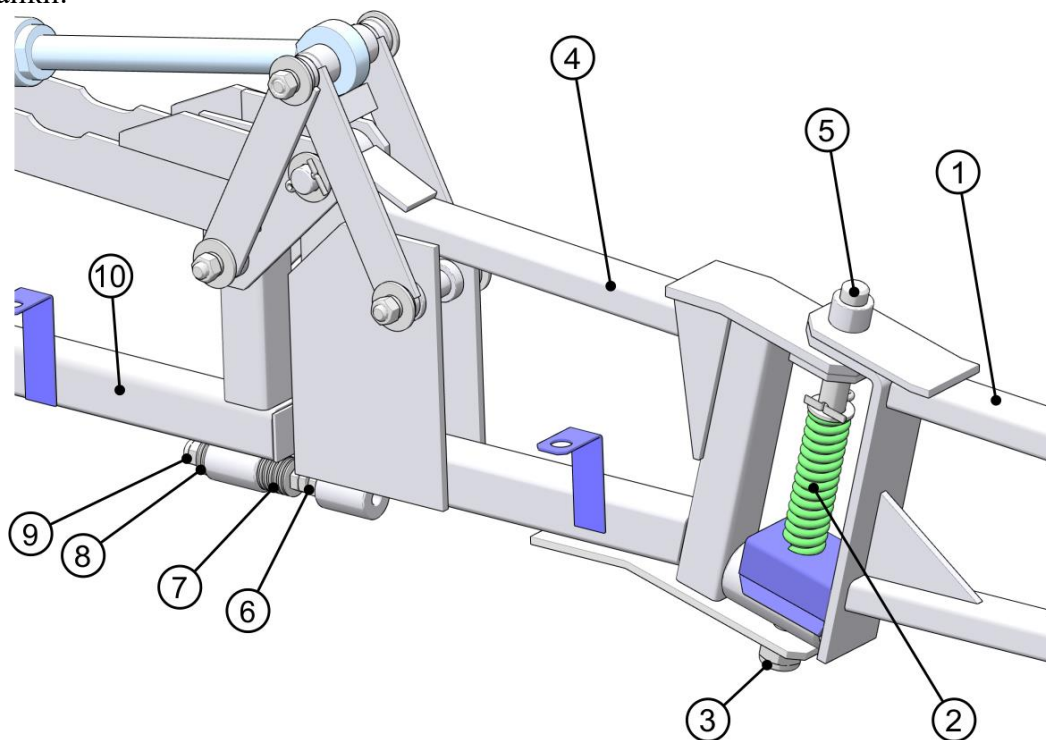

Рис. 13. Элементы регулировки предохранительного устройства крайней секции.
- Установить рукоятки трехходовых кранов 1 и 2 (рис. 13) в положение «Опрыскивание».
- в) Установить рукоятки трехходовых кранов 1 и 2 (рис. 13) в положение «Самозаправка водой».
Натяжение пружины 2 (Рис. 13) должно быть таким, чтобы с одной стороны обеспечить надежную фиксацию концевика 1 во время работы, обеспечивая прямолинейность штанги, с другой стороны, позволять концевiku 1 поворачиваться относительно штанги при соударении последней с препятствием, тем самым предотвращая серьезные поломки.